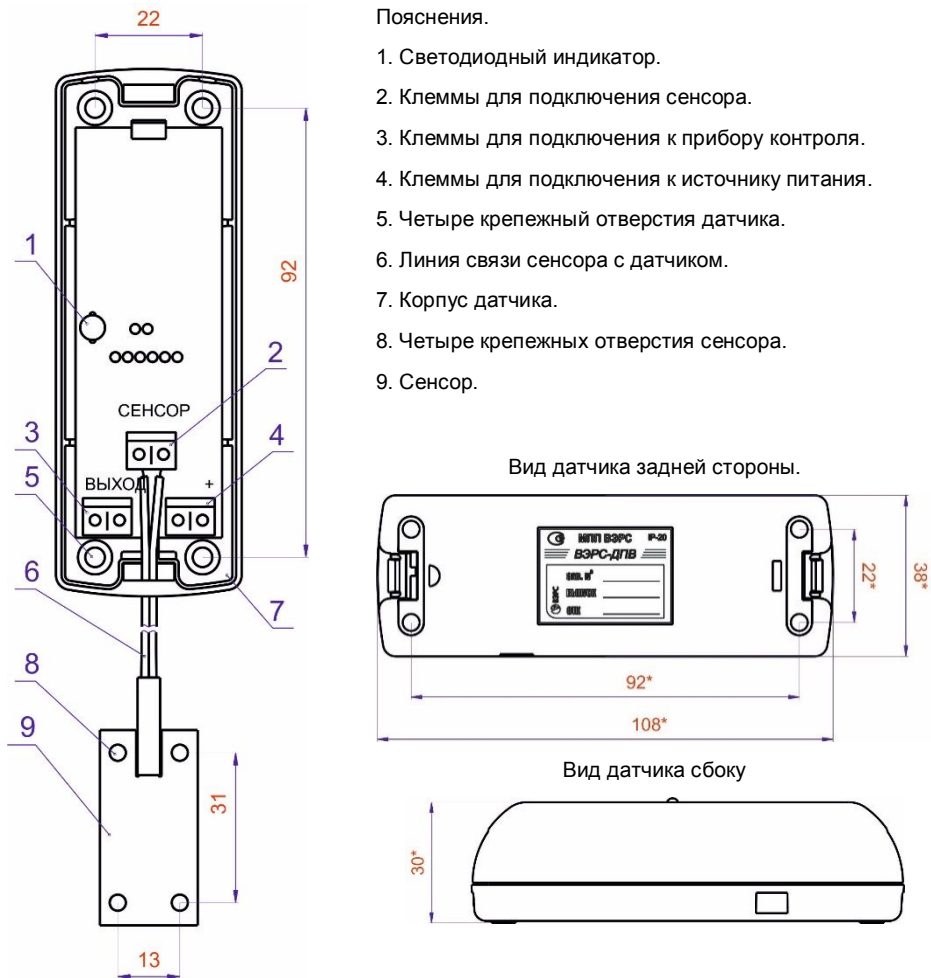

Рисунок 2. Датчик протечки воды. Установочные и габаритные размеры. Описание органов.
3.2. Установку сенсора производить на самоклеящиеся площадки, нанесенные на плату сенсора. Перед установкой удалить с площадок защитное покрытие. При необходимости жесткого крепления сенсора к контролируемой поверхности, использовать для крепления самонарезающие винты или шурупы. Диаметр резьбы шурупа не должен превышать 3 мм. Шурупы устанавливаются в отверстия в сенсоре (См. **Рисунок 2**).